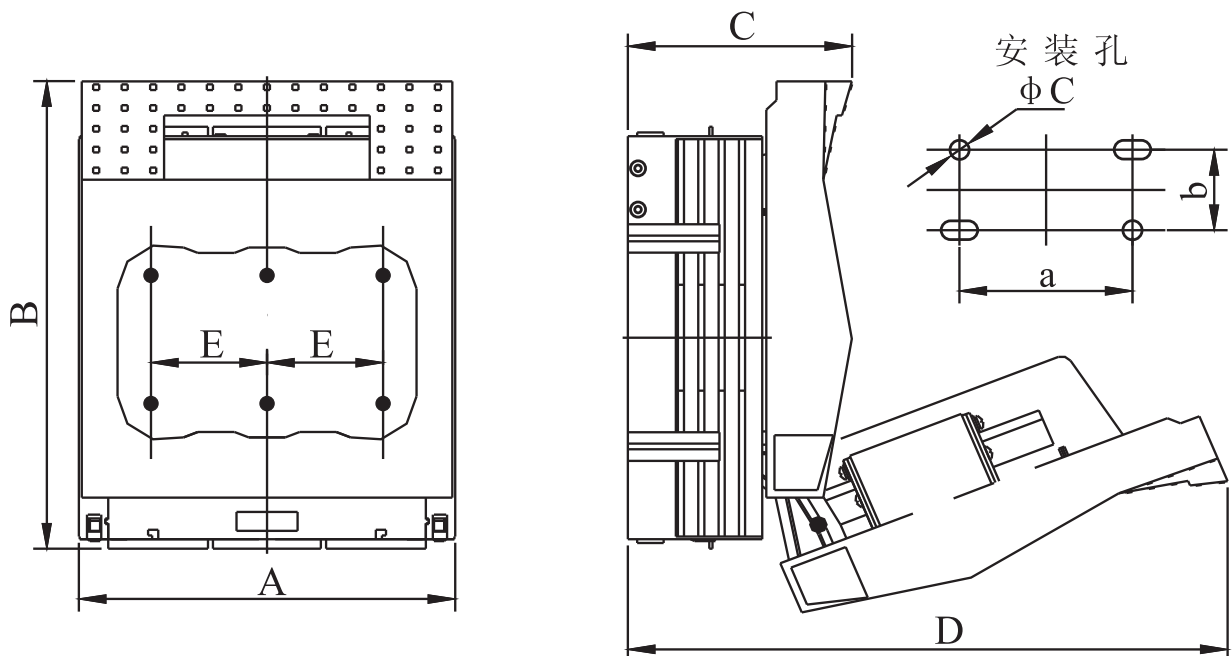

图1: HR17B-40~630A(固定式)开关
1、HR17B系列(固定式)开关外形与安装尺寸(见图1、表3)